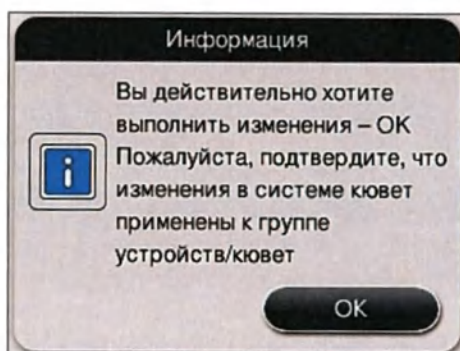
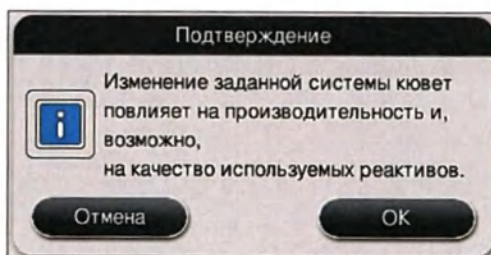

Рис. 62
Рис. 63
- Ознакомьтесь с информационными сообщениями, появляющимися после (→ "Рис. 62") (→ "Рис. 63"), и подтвердите их или нажмите **Отмена** (→ "Рис. 63") для возвращения в окно системы кювет.